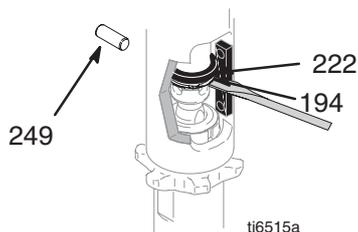
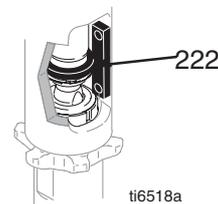

Рис. 12
Рис. 15
4. См. Рис. 12. Вытолкните кольцо магнита (222) вверх. Вытолкните наружу стопорную пружину (194) вверх. Вытолкните наружу штифт (249).
2. См. Рис. 15. Медленно тяните за стартовый трос двигателя до тех пор, пока отверстие под штифт для штока поршневого насоса не совместится с отверстием гидравлического штока. См. Рис. 12. Забейте штифт (249) в отверстие. Вдвиньте кольцо магнита (222) вниз. Вдавите стопорную пружину (194) в канавку.